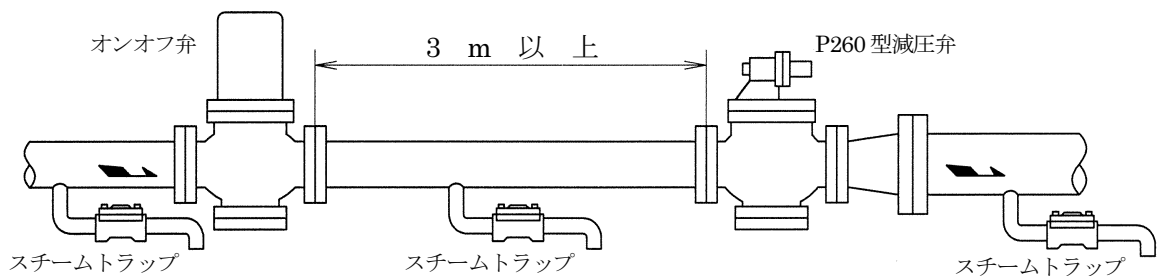
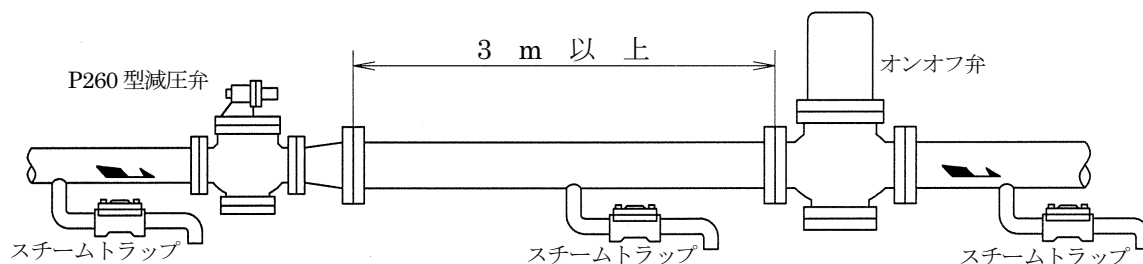

図 3 一次側にオンオフ弁がある場合
図 4 二次側にオンオフ弁がある場合
3.5 減圧弁の一次側又は二次側にオンオフ弁を取付ける場合、減圧弁とオンオフ弁の距離をできるだけ長く (3m 以上) とってください。なお、オンオフ弁は減圧弁の一次側に取付けるようお勧めします(図 3)。オンオフ弁の使用圧力等の関係から減圧弁の二次側に取付ける場合、減圧弁は完全閉止できませんので減圧弁とオンオフ弁の間にスチームトラップを設けて下さい(図 4)。